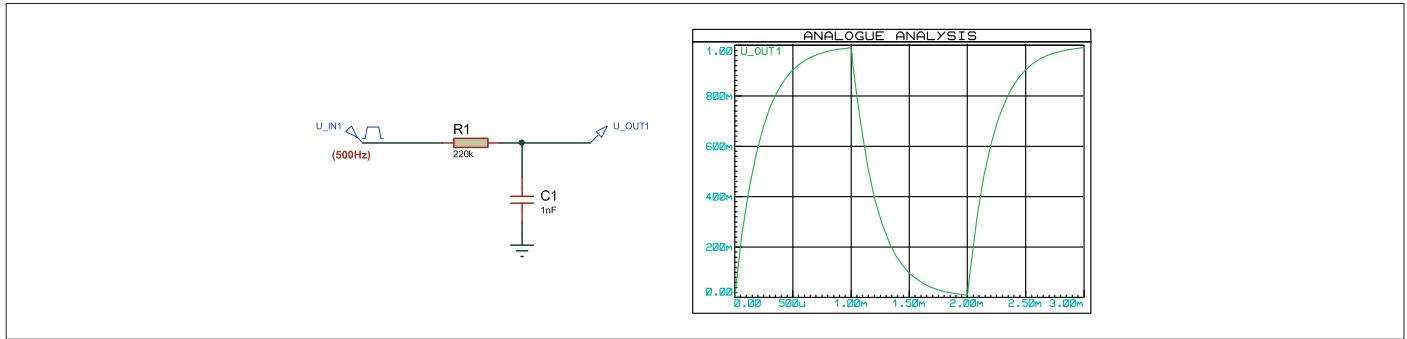

Figure 1. Un filtre passe-bas RC, simulé avec ici une onde carrée en entrée.
Pas de panique avec les formules, celle-ci sera la dernière... de ce paragraphe. Vous retiendrez que c'est une équation différentielle. Vous pourriez même vous amuser à la résoudre pour obtenir une formule donnant la tension de sortie en fonction du temps, et ce sera de beaux tronçons d'exponentielles (fig. 1). Notez que la fréquence de coupure sera proportionnelle à $1/RC$.
d'un filtre à capacités commutées. Comparez donc ce schéma à celui du filtre RC (fig. 1), vous verrez que la résistance série a été remplacée par un condensateur relié à la masse et deux interrupteurs. Regardez la simulation associée, la forme d'onde filtrée ressemble beaucoup à celle du filtre RC, non ? Pour comprendre comment ça marche, revenons un peu à l'équation (3) :